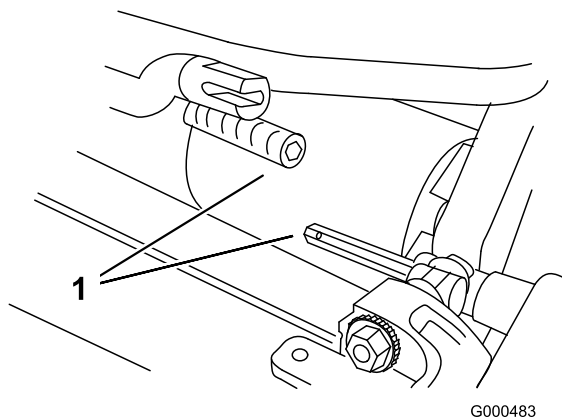

Bild 4
3. Schieben Sie das Mähwerk unter die Zugmaschine und dann nach links, um die Getriebekupplung einzukuppeln (Bild 4).